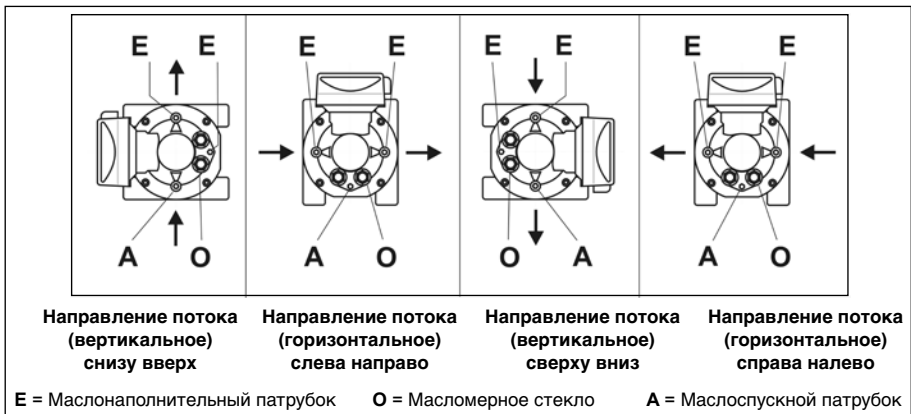

Рис. 6: Допустимые положения использования, наполнение масла и индикация уровня масла в счетчике **типа RVG**
- На передней и (опционально) на задней стороне счетчика (рис. 6) имеется три маслonaполнительных и маслоспускных отверстия и два масломерных стекла.
- Выкрутите винт наполнительного отверстия (E, рис. 6) из передней крышки корпуса.
- Удалите один винт наполнительного отверстия (E) из задней крышки корпуса, благодаря чему масло может лучше перетекать в заднюю масляную камеру.